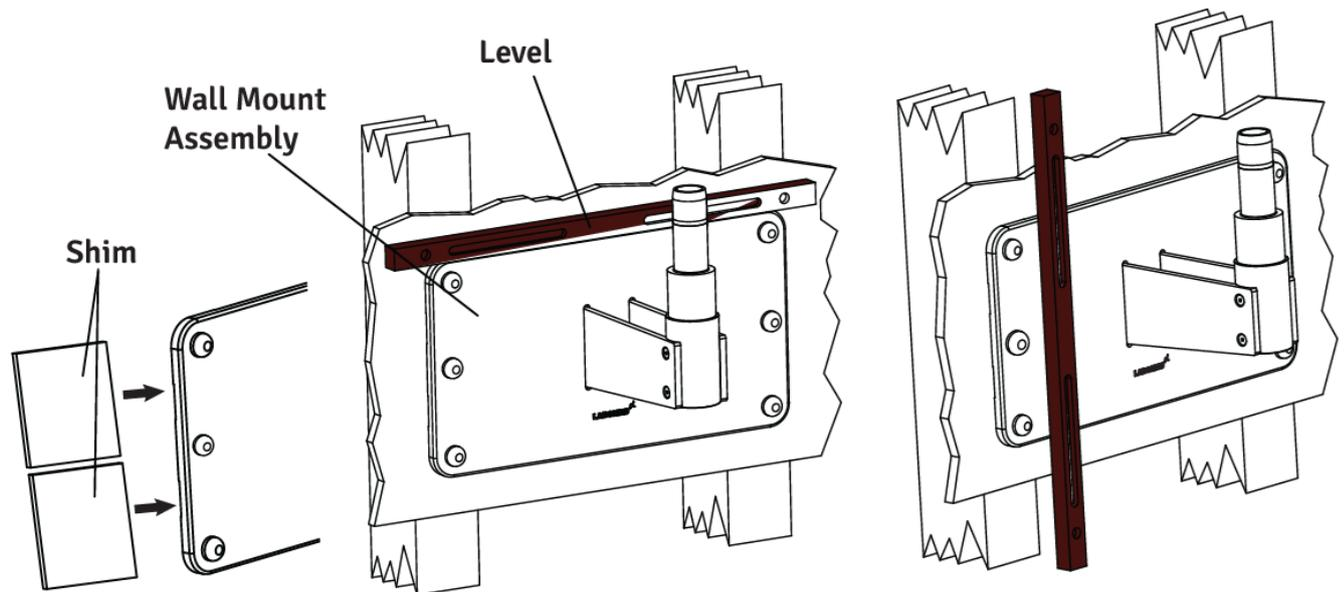

Figura 21
2. Posizionare una livella sulla parte superiore della piastra posteriore per controllare il livellamento orizzontale. Vedere Figura 21.
5. Posizionare una livella in verticale lungo la superficie del supporto a parete, su entrambi i lati, per assicurarsi che sia perpendicolare al pavimento. Vedere Figura 21.
6. Se il supporto a parete non è perpendicolare, inserire del materiale di battuta tra il supporto a parete e la parete accanto alle viti di fissaggio. Vedere la figura 21. Controllare con la livella e stringere le viti di fissaggio una volta che il supporto è a livello.